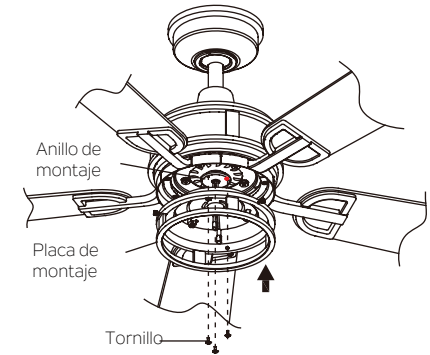

Fig. 21
Paso 1. Va a encontrar una etiqueta de punto en el anillo de montaje. Luego retire los 3 tornillos preinstalados en el anillo de montaje y guárdelos para reutilizarlos más tarde. Alinee las etiquetas de puntos en la placa de montaje con el anillo de montaje. Fije la placa de montaje al anillo de montaje con tres tornillos retirados previamente. Si es necesario , ajuste la placa de montaje, para alinear la llanta tanto en el cuerpo del motor como en la placa de montaje. Debe apretar con fuerza los 3 tornillos (Fig. 21).